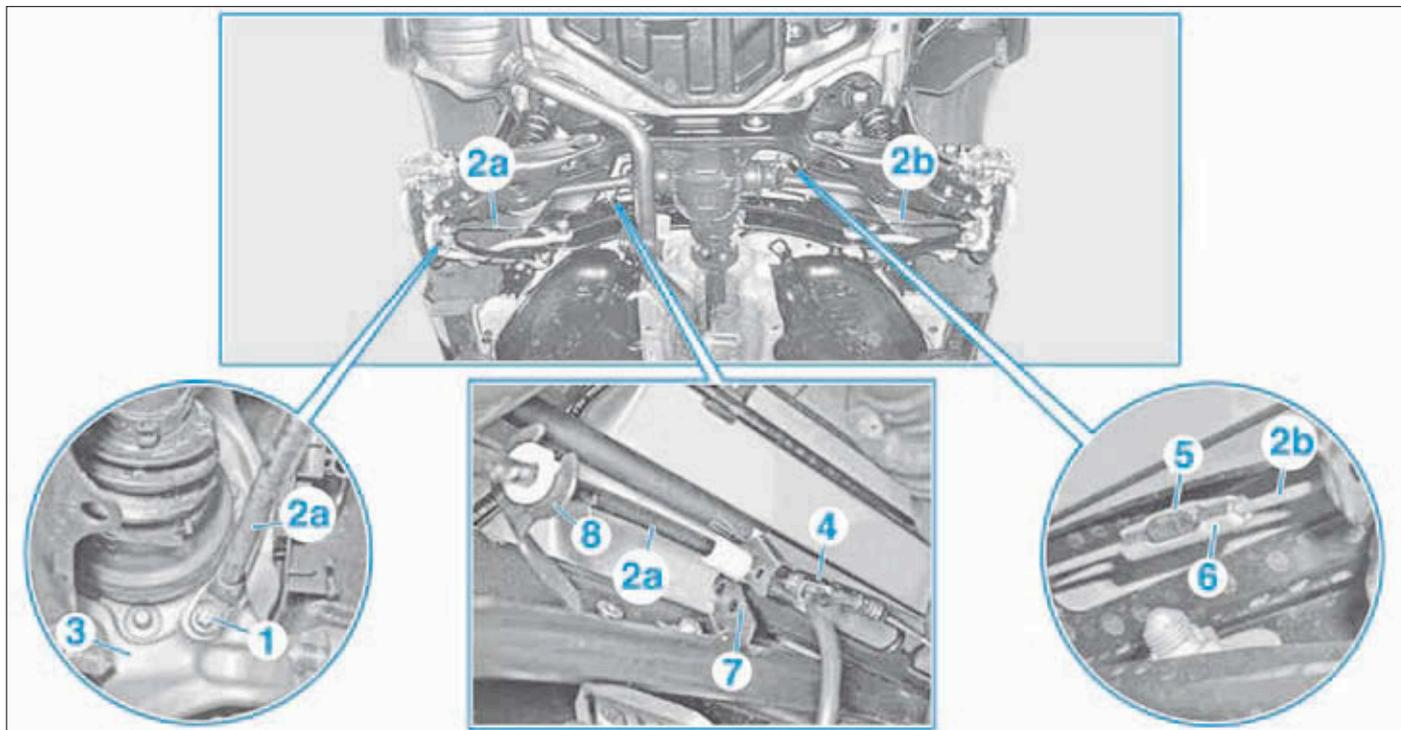

FIG. 19
- la vis (1) et retirer les câbles arrière (2a) et (2b) du porte-moyeu (3) (Fig.19).
- Décrocher le câble arrière gauche (2a) du bloc de connexion gauche (4).
- Enlever la fixation caoutchouc (5) du bloc de connexion droit (6).
- Décrocher le câble arrière droit (2b) du bloc de connexion droit (6).
- Décrocher les câbles arrière (2a) et (2b) de la fixation de câbles (7),
- Décrocher et sortir les câbles arrière (2a) et (2b) du support (8).